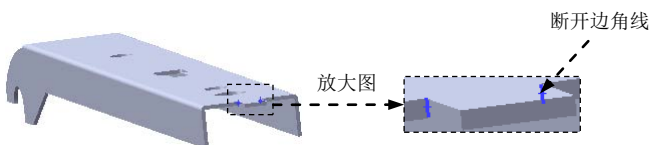

图 12.6.15 断开边角线
(2) 定义折断边角选项。激活 **折断边角选项(B)** 区域的 ，选取图 12.6.15 所示的各边线。